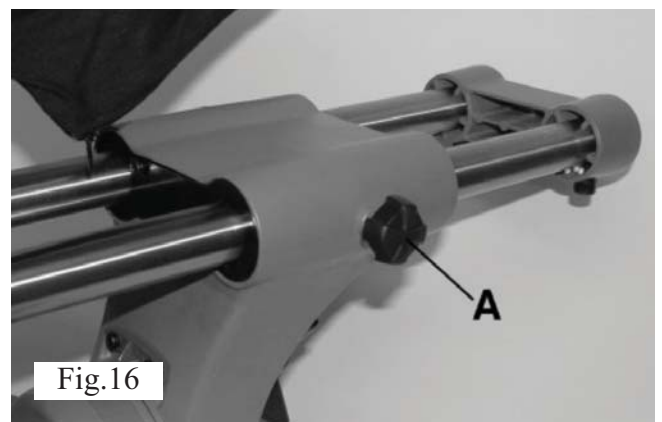

Fig.16
Når der skæres et stykke træ, er det ikke altid nødvendigt at bruge slædemekanismen. Hvis den bruges, skal det sikres, at slædens låseskrue (A) på fig. 16 er fastspændt, så savarmen ikke glider.
Når der saves brede arbejdsemner, skal du bruge slædefunktionen ved at frigøre slædens låseskrue (A) på fig. 16.
Udfør altid en prøvekørsel med et stykke affaldstræ, inden der saves i egentlige materiale. Brug slædefunktionen, når der saves i brede arbejdssemner. Frigør slædens låseskrue (A) på fig. 16.